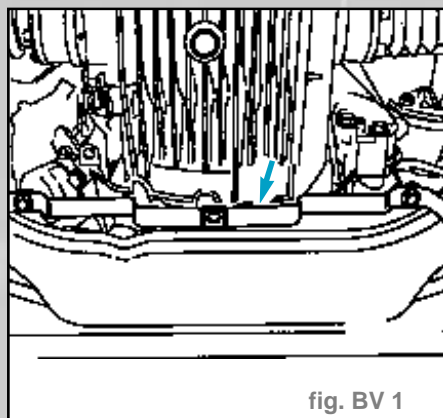

fig. BV 1
- Déposer le carter d'insonorisation (s'il y en a un) (fig. BV 1).